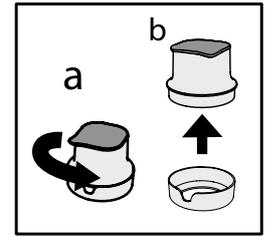

Fig. 5
- Remova o funil do alojamento do filtro, rodando-o na direção contrária à dos ponteiros do relógio (Fig 5. a - b).
Depois, monte a prateleira para garrafas no depósito de água e monte-a na porta, conforme sugerido em Fig 15. Uma vez instalada, instale o filtro com o cartucho de carvão (conforme descrito em Fig 5, 6, 7, 8).